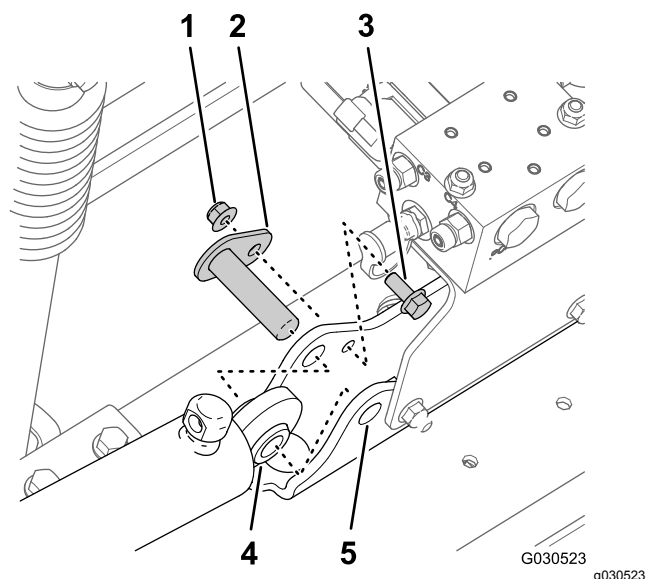

Figura 39
4. Rimuovete il perno orientabile e il cilindro di sollevamento dalla macchina (Figura 39).
3. Rimuovete il dado di bloccaggio flangiato (5/16") e il bullone a testa flangiata (5/16" x 3/4") che fissano il perno orientabile al supporto del cilindro (Figura 39).